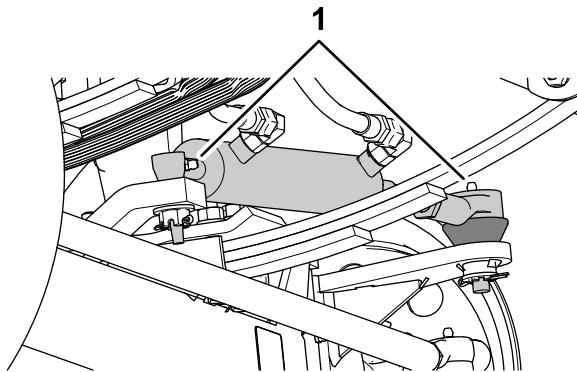
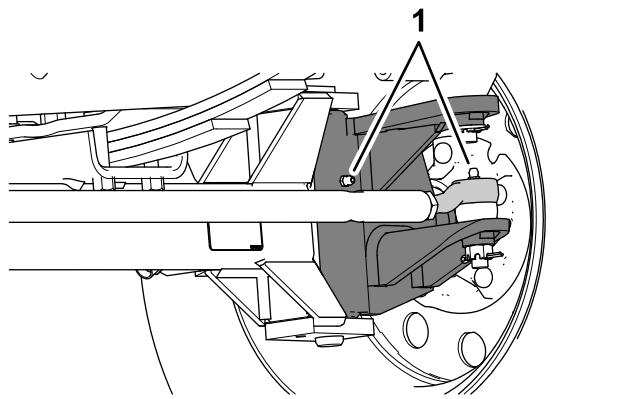

Figure 59
Figure 60
1. Essuyez les graisseurs (Figure 59 et Figure 60).
2. Injectez de la graisse dans les graisseurs (Figure 59 et Figure 60).
Remarque: Les emplacements des graisseurs sont illustrés à la Figure 59.